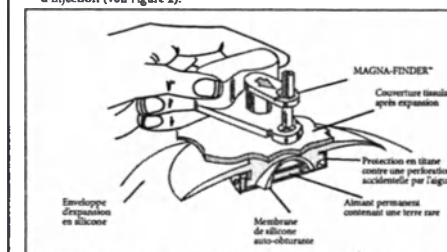

FIGURE 2
- Tous les sites d'injection sont auto-obturants et comportent une protection en titane pour éviter toute perforation accidentelle par l'aiguille de la base du site d'injection (voir Figure 2).